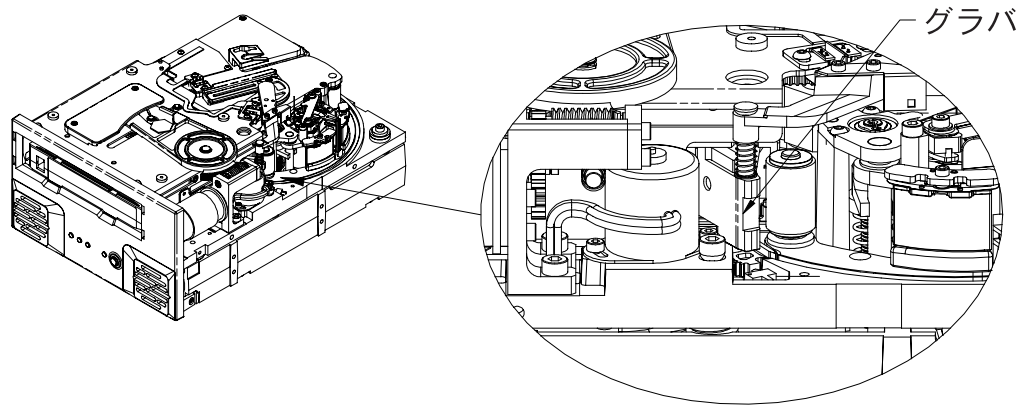

図 21 カートリッジそばのテープ・グラバを示した Viper 200 の底面図
9. 図 21 に示すように、注意してグラバをカートリッジ方向に押しします。